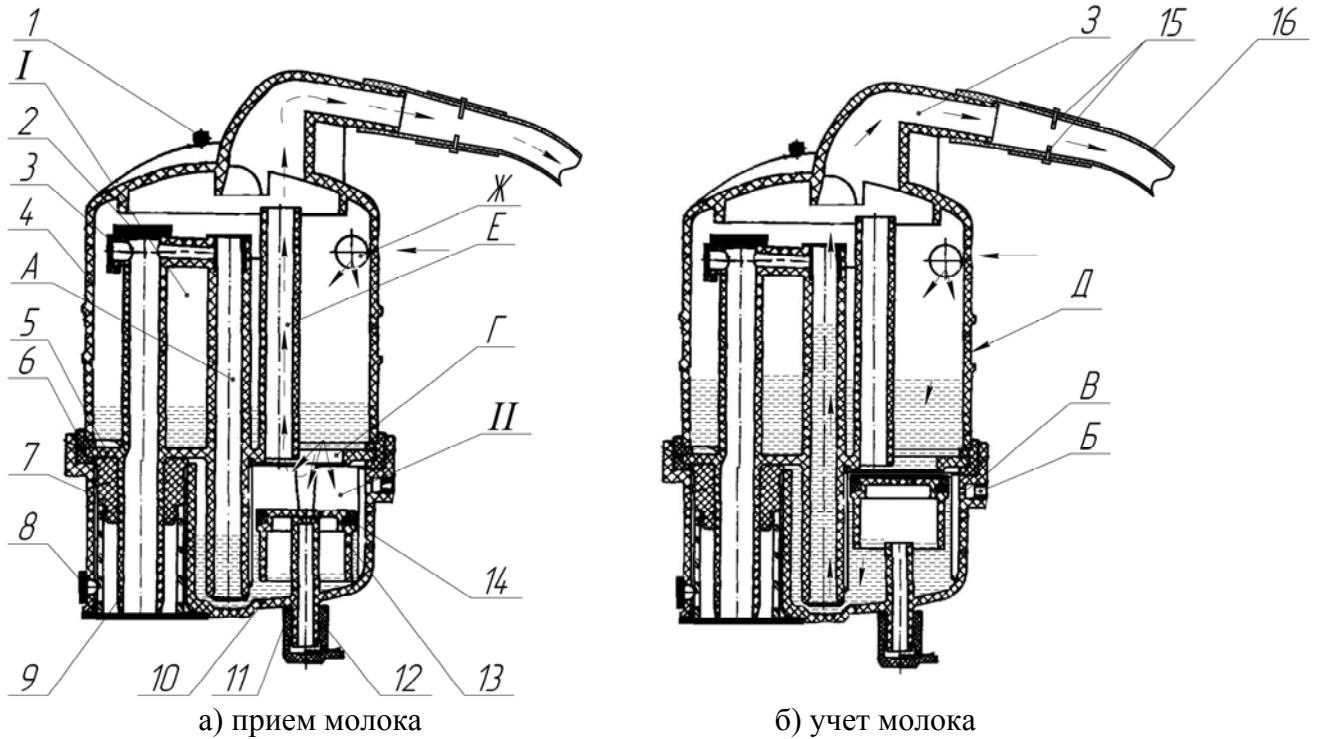

Рисунок 16 – Общий вид устройства учета молока:
**Устройство учета молока.** Предназначена для индивидуального учета выдоенного молока путем суммирования порций, проходящих через счетчик молока УЗМ-1 и датчик электропроводности. Устройство учета молока (рисунок 16) состоит из счетчика молока и датчика электропроводности.
Устройство учета молока подключается между доильным аппаратом и датчиком-потокомером, находясь под действием вакуумметрического давления. Молоко из доильного аппарата через отверстие Ж (рисунок 16, а) поступает в приемную камеру I. Далее через отверстие Г в мерную камеру II. По мере заполнения поплавок 13 всплывает и закрывает отверстие Г и трубку Е, что снижает величину вакуумметрического давления в мерной камере II. Таким образом, прекращается отсос воздуха из мерной камеры II. Через отверстие Б и жиклер В (рисунок 16, б) продолжается поступление атмосферного давления (воздух). Вследствие чего порция молока находящаяся в
Датчик электропроводности имеет два электрода *15* рисунок 16. Устанавливается на выходном патрубке счетчика, через который молоко транспортируется в молокопровод. При прохождении порции молока через электроды они замыкают электрическую цепь и сигнал передается в пульт управления модуля. Каждое срабатывание сигнализирует о прохождении через счетчик порции молока объемом 360 мл.